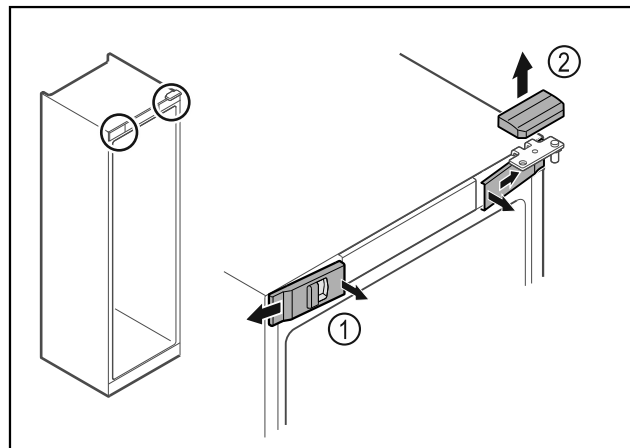

Fig. 9
- ▶ Lossa skyddet fram Fig. 9 (1) på insidan och ta av dem åt sidan.
- ▶ Ta av det övre skyddet Fig. 9 (2) uppåt.